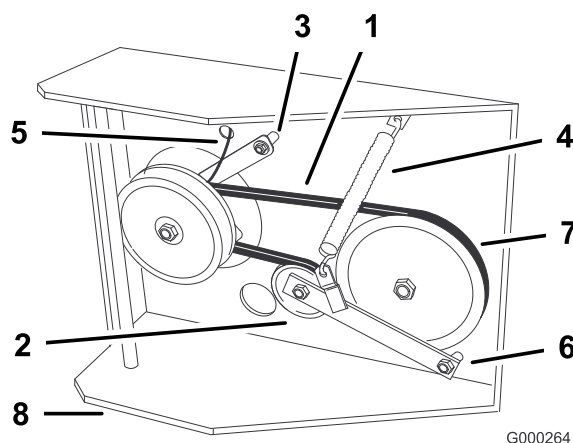

Figure 43
7. Détachez le dispositif de retenue de l'embrayage du plancher moteur (Figure 43).
8. Décrochez le ressort de tension sur le côté du cadre (Figure 43).
11. Serrez le boulon de pivot à un couple de 47 à 54 Nm. Placez le ressort de tension entre le bras de renvoi et la patte du cadre (Figure 43).
12. Reposez le dispositif de retenue de l'embrayage sur le plancher moteur (Figure 43).